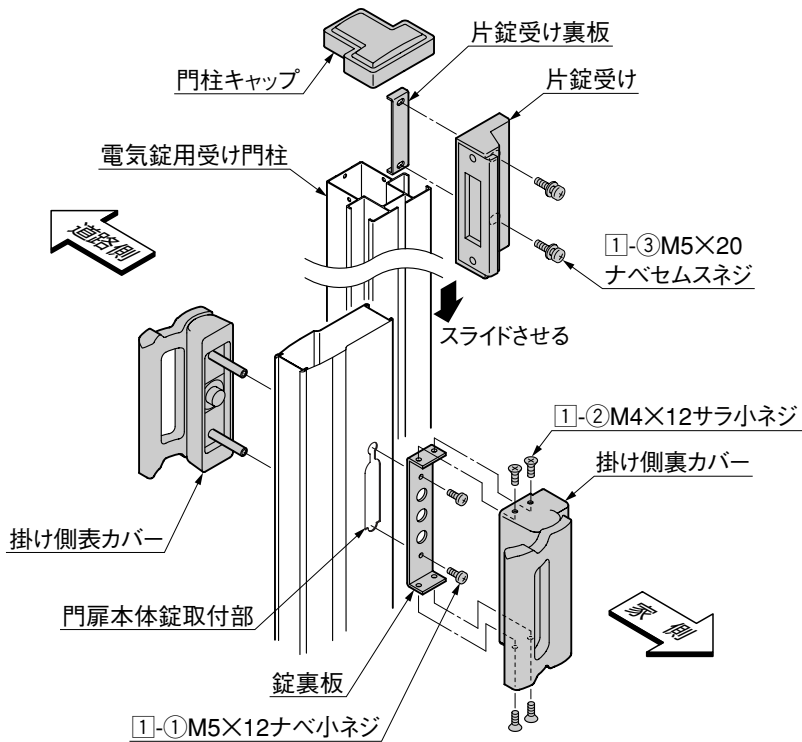

図3-3
① 図3-3にしたがって、門扉に錠を取付けてください。
② 片錠受けを門柱に①-③で取付けてください。